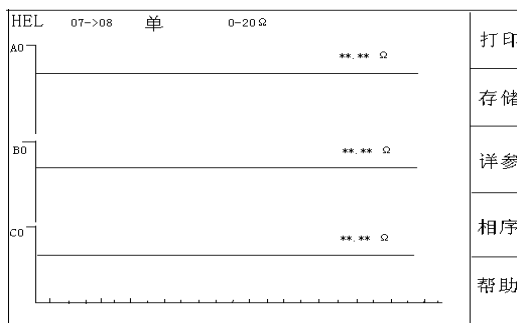
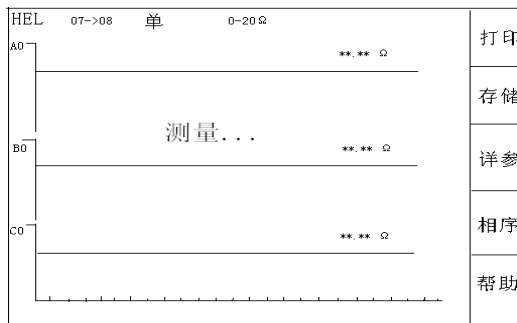

图 8
图 9
1. 按“测试”键仪器显示各路的充时情况，如图8所示，右侧变动的数据为每一路测到的电压值。充电完毕后，按**确定键开始测量**。(到图9画面)
屏幕画面如图9所示：表示仪器正在捕捉测量开关切换过程，此时不想进行测试可长按“退出”键结束测试。